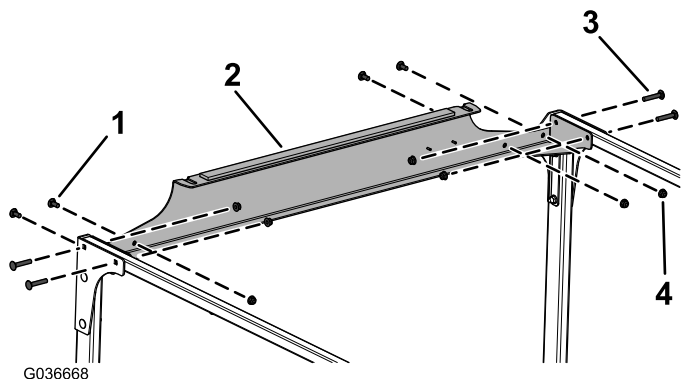

Рисунок 10
9. Установите, не затягивая, заднюю поперечину на поперечные трубки и задние пластины, используя 4 каретных болта (5/16 x 1-3/4 дюйма), 4 каретных болта (5/16 x 3/4 дюйма) и 8 фланцевых гаек (5/16 дюйма), как показано на Рисунок 10.